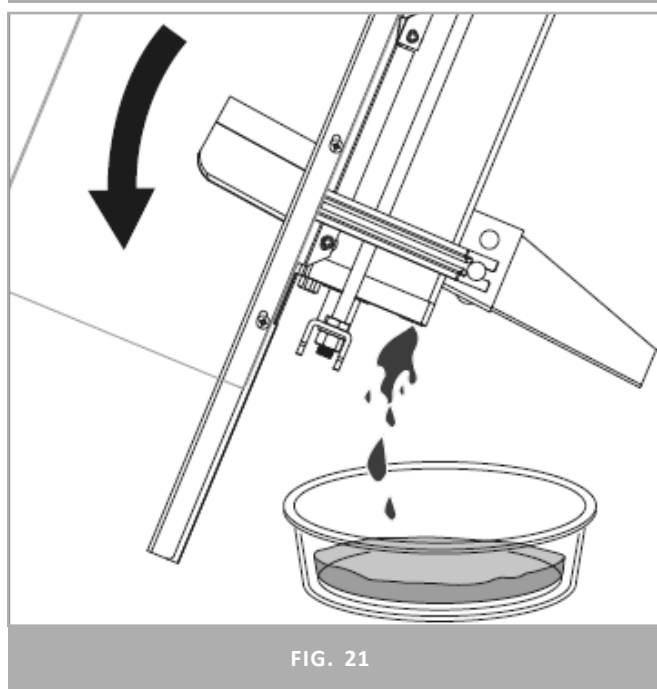

FIG. 21
- Vend brændekløveren på støttebenssiden over en 4 liters beholder for at dræne hydraulikolien. Drej brændekløveren på motorsiden (fig. 21).